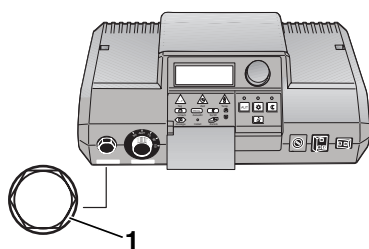

Fig. 6 Retirer l'écrou borgne
- Pour déverrouiller le limiteur de température de sécurité, l'écrou borgne du STB doit être dévissé et le bouton de réarmement situé en-dessous doit être enfoncé (fig. 6).